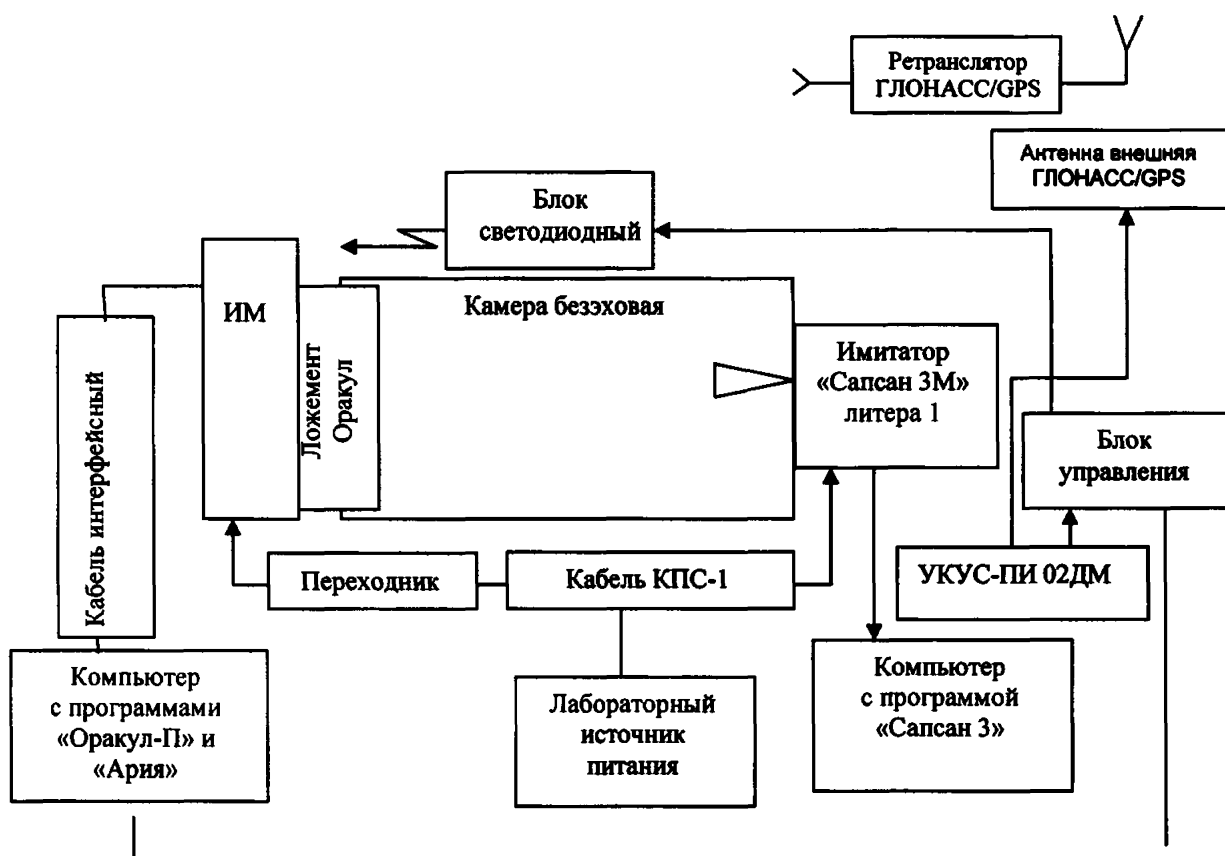

Рисунок 1 - Схема метрологического стенда для поверки ИМ на основе имитатора «Сапсан 3М», литера 1.
7.3.3.1 Определение абсолютной погрешности отклонения времени ИМ от времени UTC (SU) производится согласно схеме рисунок 1.